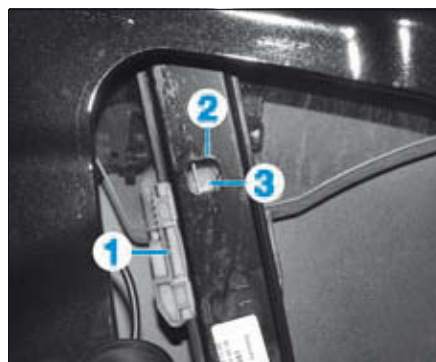

FIG. 63
- Pousser le support (1) vers l'extérieur en faisant passer un tournevis à travers l'évidement (2) du guide de vitre et l'alsage (3) de la vitre pour le déverrouiller (Fig.63).